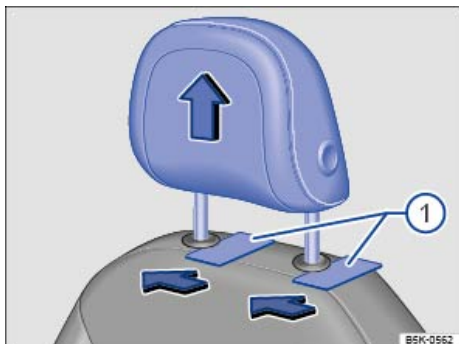

Fig. 84 Desmontaje de los apoyacabezas delanteros.
- Para desbloquearlo, introduzca un objeto plano (una tarjeta de plástico, p. ej.) entre el tapizado del respaldo y las tapas de las barras del apoyacabezas ⇒ **fig. 84** ① mientras una segunda persona extrae el apoyacabezas completamente.